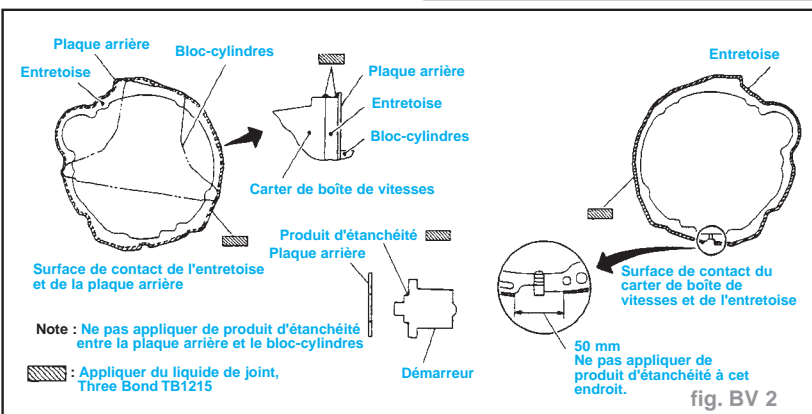

fig. BV 2
- Enduire de produit d'étanchéité les points spécifiés (fig. BV. 2).